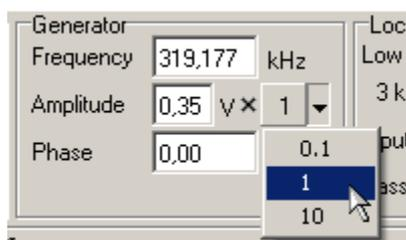

Рис. 7-13
3. При необходимости переключите коэффициент усиления амплитуды выходного сигнала генератора (множитель может принимать одно значение коэффициента из трех: **0.1**, **1**, **10**) (Рис. 7-13).